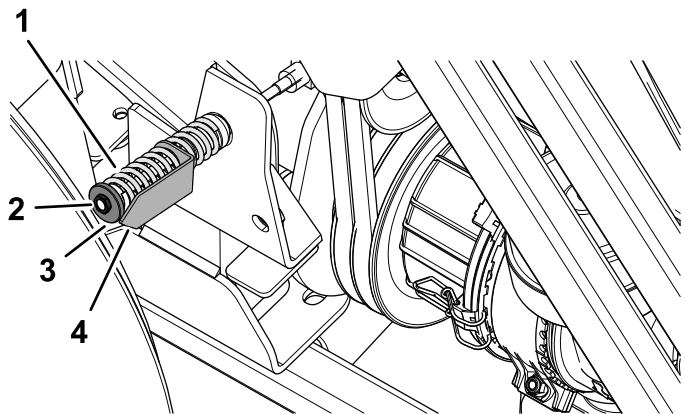

Figura 89
5. Dacă este necesar, rotii piuliă pentru întinzătorul rolei de ghidare până când săgeata indicatoare a tensionării se aliniază cu suprafaa exterioară a aibei (Figura 89).
8. Slăbiți piulia de la întinzătorul rolei de ghidare; consultai Figura 89 din Verificarea tensionării curelei prizei de putere \(Pagină 70\).